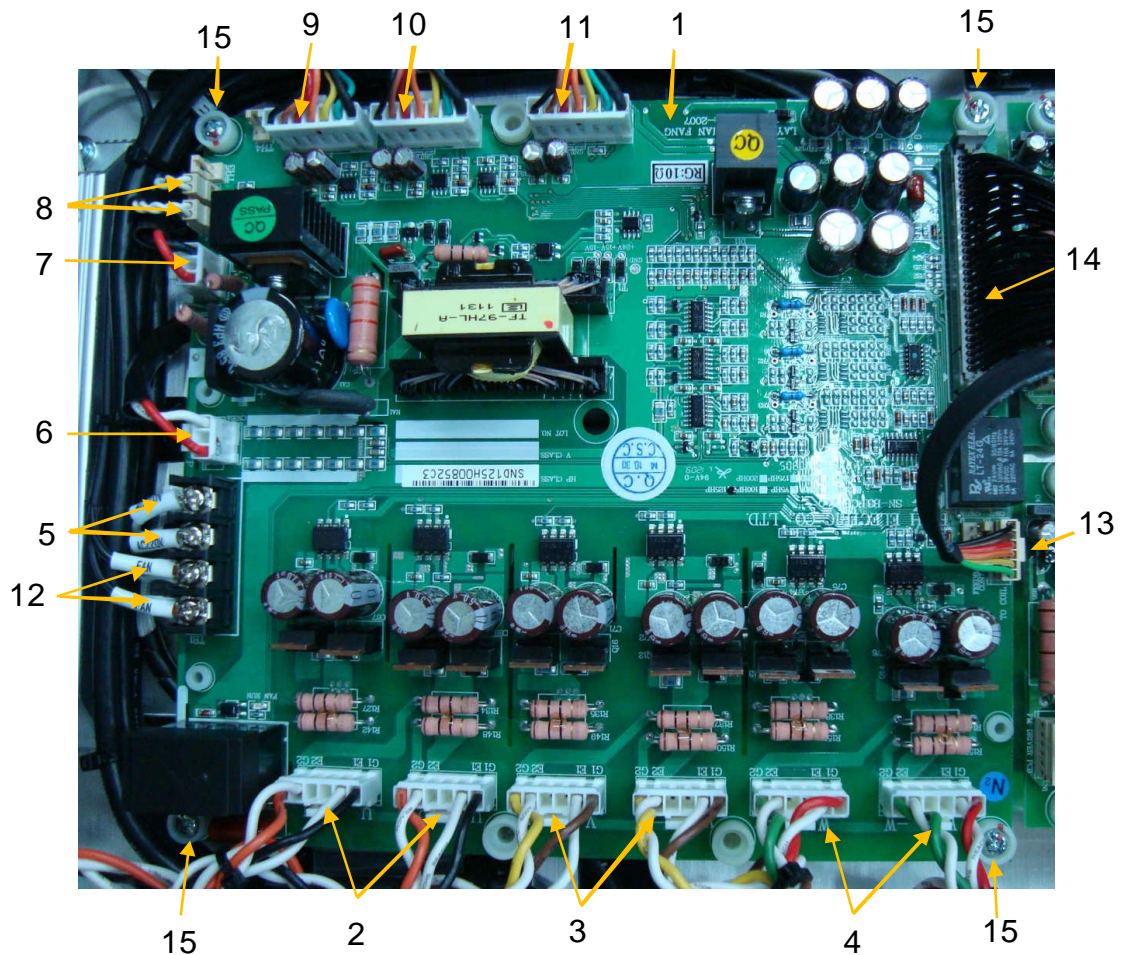

Рис. 6.24.
6.13.1. Отсоединить на плате драйверов все провода и разъемы (рис. 6.24).